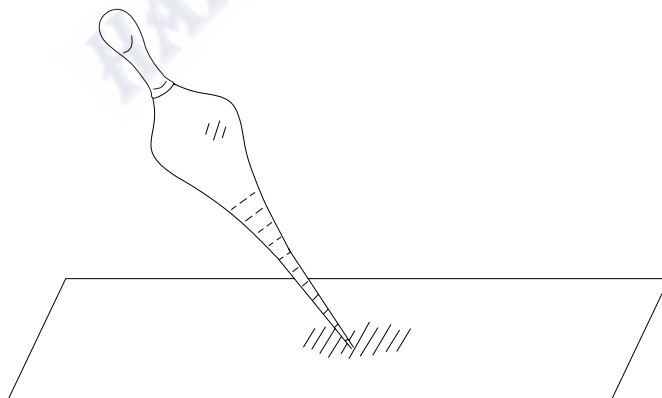

图 6-1 滴酒精示意图
- 第二步：**取一张平整的擦镜纸剪切下一半，在中间部位滴少许 99.5% 纯酒精（因为擦镜纸有一定的过滤作用，所以擦拭镜片时使用擦镜纸的下表面与镜片接触进行擦拭），如图 6-1 所示；